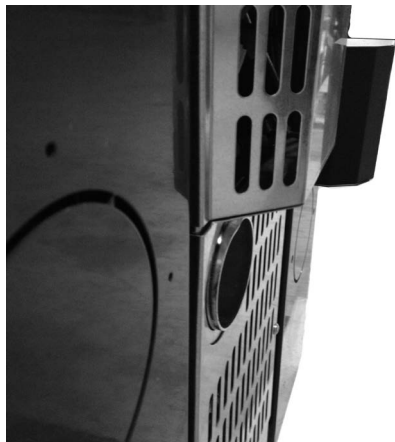

Fig. 12 - Φάση 1
- Αρχική θέση σωλήνα πλήρως εισερχόμενου (βλέπε **Fig. 12**).